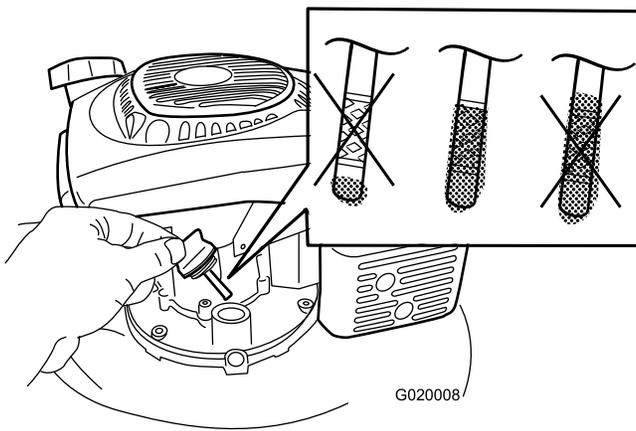

Figure 5
1. Retirez la jauge (Figure 5).
2. Versez de l'huile **lentement** dans le goulot de remplissage pour faire monter le niveau de liquide jusqu'au repère du plein sur la jauge (Figure 5). **Ne remplissez pas excessivement.** (Niveau max. : 0,59 l, type : huile détergente SAE 30 ou SAE 10W-30, classe de service API SJ ou supérieure.)
**Remarque:** Chaque fois que vous vérifiez le niveau d'huile, sortez la jauge et essuyez-la sur un chiffon propre, remettez-la dans le goulot de remplissage (**sans** la visser), puis ressortez-la et vérifiez le niveau (Figure 5).